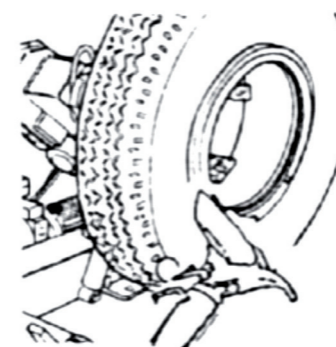

Рис. 19.
3. Вставьте отжимной ролик под обод колеса (рис. 19).